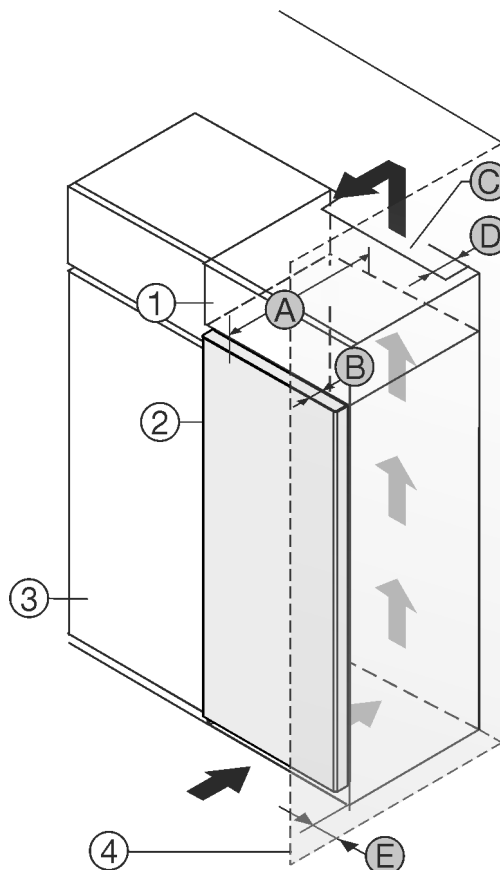

Fig. 1
- (1) Nadstavná skrinka *
- (2) Zariadenie *
- (3) Kuchynská skriňa *
- (4) Stena *
- (A) Hĺbka zariadenia *
- (B) Hĺbka dvier *
- (C) Prierez vetracieho otvoru *
- (D) Vzdialenosť zadnej strany zariadenia *
- (E) Vzdialenosť od boku zariadenia *
Zariadenie môžete inštalovať priamo vedľa kuchynskej skrine Fig. 1 (3)*.
Na zadnej strane nadstavnej skrine musí byť vetracia šachta s hĺbkou Fig. 1 (D) cez celú šírku nadstavnej skrine.*
Pod stropom miestnosti sa musí dodržať prierez vetracieho otvoru Fig. 1 (C)*.
Ak zariadenie nainštalujete so závesmi vedľa steny Fig. 1 (4), tak vzdialenosť medzi zariadením a stenou musí byť minimálne 13 mm.*
Ak zariadenie nainštalujete so závesmi vedľa steny Fig. 1 (4), tak vzdialenosť medzi zariadením a stenou musí byť minimálne 20 mm.*
Aby ste mohli dvere úplne otvoriť, zariadenie musí vyčnievať o hĺbku dverí *Fig. 1 (B)* prednej časti kuchynskej skrine. V závislosti od hĺbky kuchynských skriň *Fig. 1 (3)* a použitia dištančných držiakov na stenu môže zariadenie prečnievať ešte viac.*